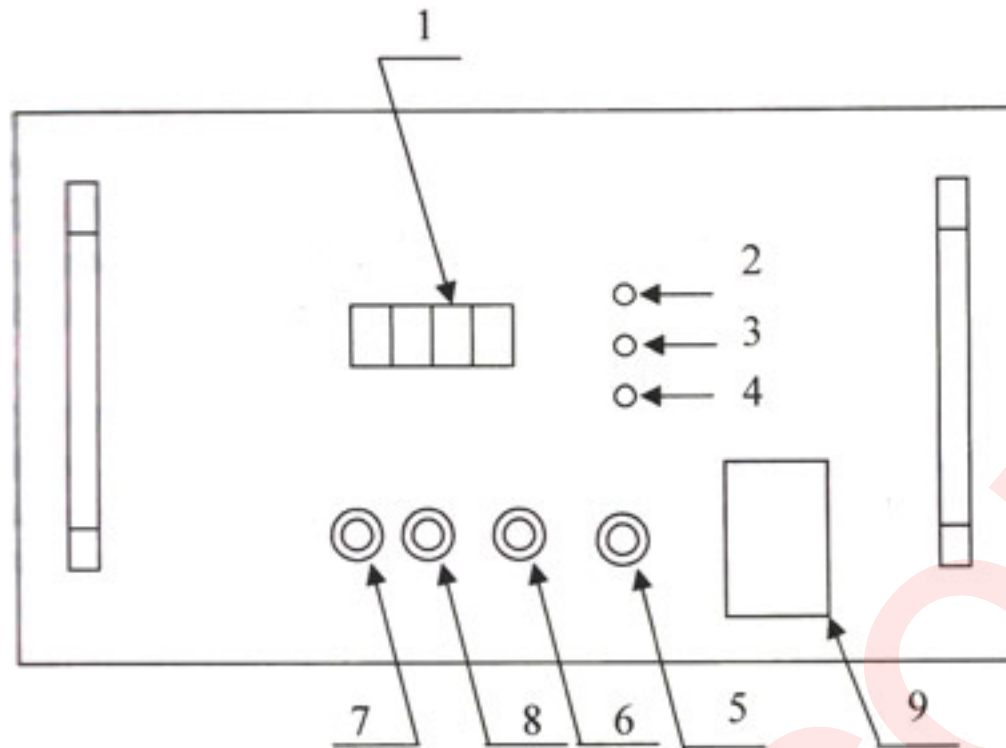

Рис. 3. Панель управления.
4. Удерживая нажатой кнопку «Режим» (6 на рис. 3) и нажимая кнопку «Задание уровня тока/Выбор режима (+)» или «Задание уровня тока/Выбор режима (-)» (7,8 на рис.3) выбрать один из режимов работы 2.1..2.7 (соответствующая выбранному режиму скорость нарастания тока приведена в таблице (9 на рис.3)). При этом на цифровом индикаторе будет отображаться «Р2-1»..«Р2-7», а после отпускания кнопки «Режим» - 0000А («0000»).
5. Кнопками 7 и 8 (рис. 3) установить требуемую амплитуду импульса тока в пределах от 0 до 6400 А.
6. При загорании сигнала "ГОТОВ" (зеленый светодиод, 3 на рис. 3) нажать кнопку "ПУСК" (5 на рис.3).